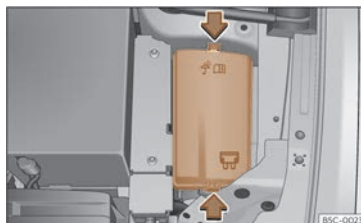

Fig. 218 În compartimentul motor: capacul cutiei de siguranțe.
- Apăsați clemele de blocare pentru deblocarea capacului cutiei de siguranțe >>> **fig. 218.**